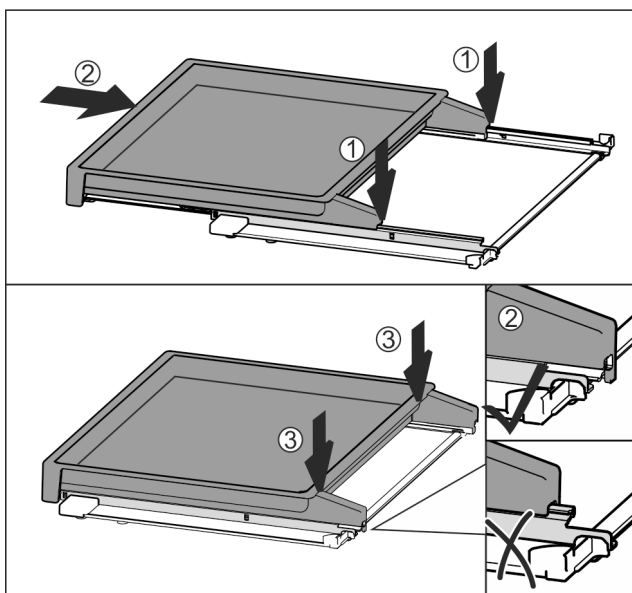

Fig. 62
- ▶ Установить по центру на направляющие Fig. 62 (1).
- ▶ Вставить вытяжную панель полностью Fig. 62 (2).
- ▶ Нажимать на задней стороне до тех пор, пока не будет слышна фиксация Fig. 62 (3).